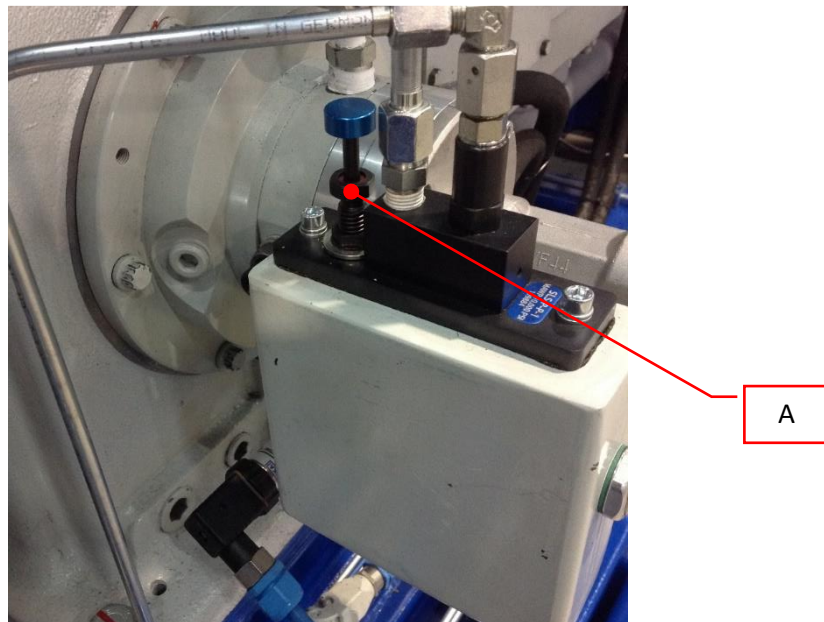

Рис. 10 Винт регулировки подачи масла цилиндра
Контур смазки коленвала (рисунок 10) - для залива масла откройте крышку (А). Проверяйте уровень (В) во время заполнения. Максимальная вместительность составляет 11 литров.
Количество масла, которое необходимо для смазки цилиндра, регулируется вращением винта (A), рисунок 10.